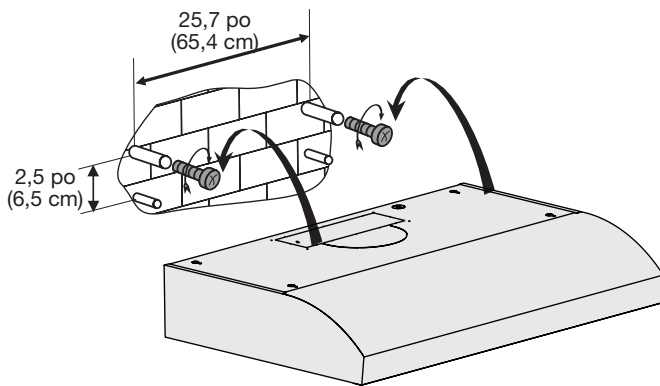

Figure 14
- Marquer la position de montage ou y percer quatre trous  $\text{Ø} 8 \text{ mm}$  selon les dimensions indiquées dans les schémas ci-dessous (Figure 14).